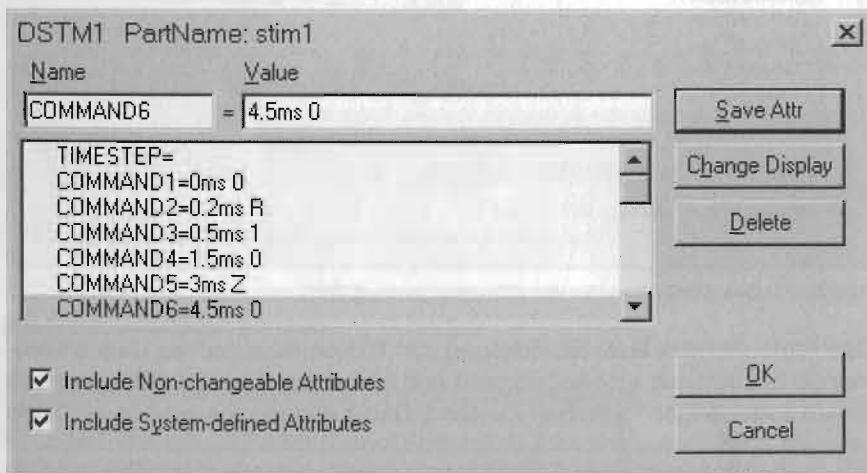
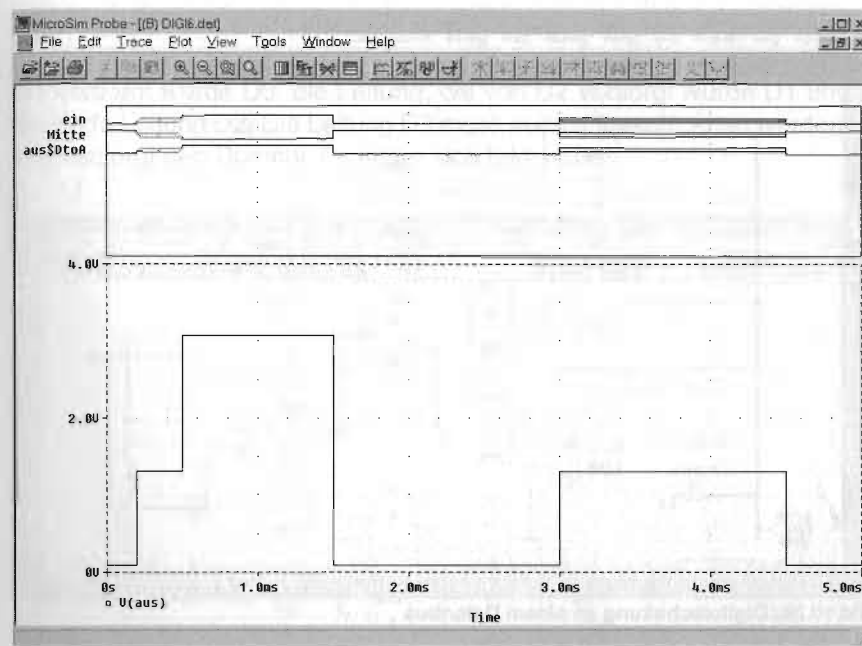

Bild 10.26: Definition des Signals der Stimulusquelle *STIM1* zur Erzeugung des PROBE-Diagramms von Bild 10.27
Bild 10.27: PROBE-Diagramm der Schaltung aus Bild 10.23 mit Stimulus nach Bild 10.26
- Erzeugen Sie ein Stimulussignal nach dem Muster von Bild 10.26, simulieren Sie damit die Schaltung über 5 ms und erzeugen Sie das PROBE-Diagramm von Bild 10.27.
2. Das Attributfenster von STIM1 (Bild 10.26) öffnen.
- kombinationen in die Command-Zeilen bringen (Bild 10.26). Leerzeichen zwischen Zeit und Zustand setzen!